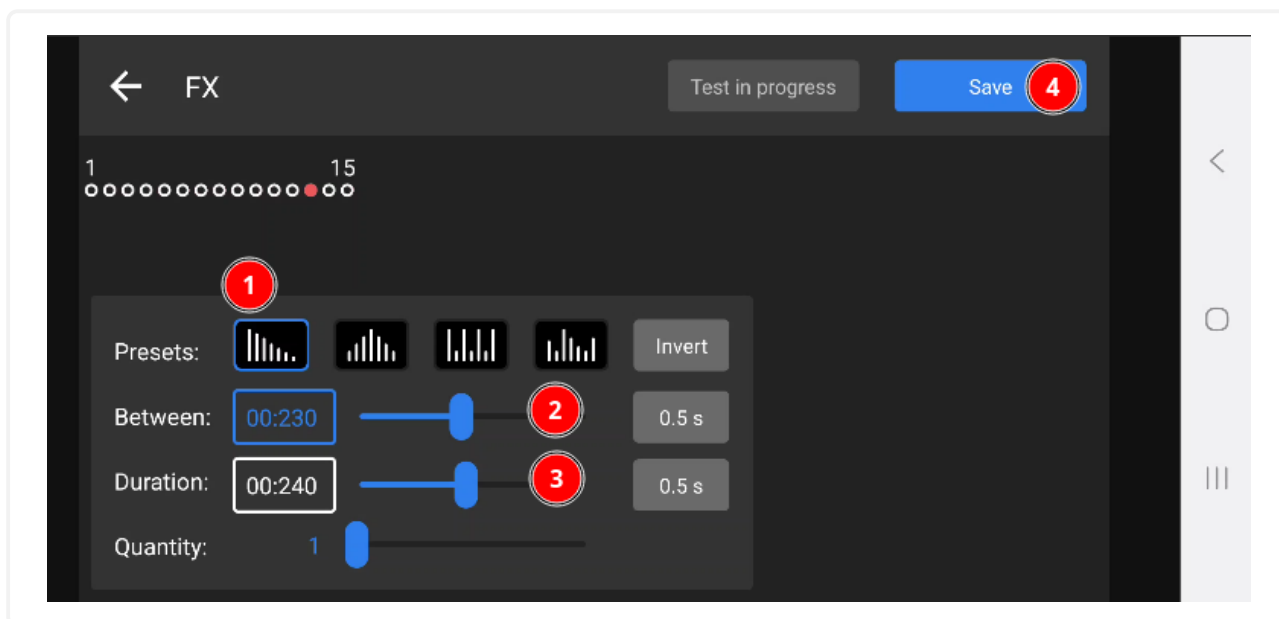

Рис. 80: Экран новых установок для программы
6. Выберите пресет  **1** (после выбора пресета станут активными инструменты управления настройками в рабочем окне рис. 80)